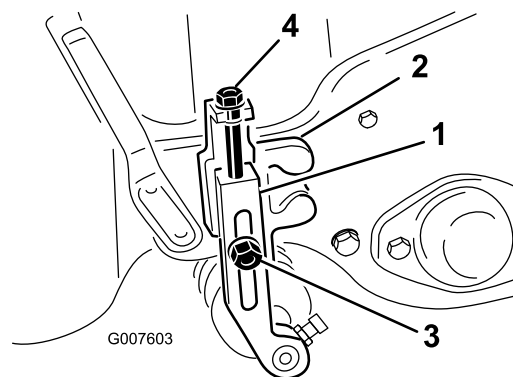

Figura 41
2. Allentate i dadi di bloccaggio che fissano i bracci dell'altezza di taglio alle relative staffe (Figura 41).